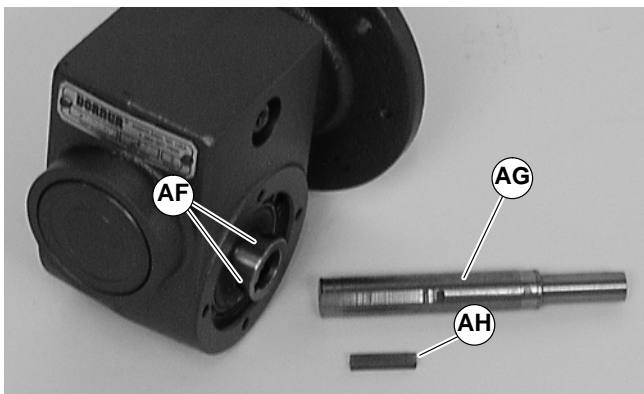

Abbildung 17
6. Zwei (2) Schrauben (AC) entfernen, und Abtriebswellenabdeckung (AD) abnehmen.
7. Sechs (6) Stellschrauben lösen (AF siehe Abbildung 17). Abtriebswelle (AG) und Paßfeder (AH) entfernen.
8. Abtriebswellenpaßfeder des Untersetzungsgetriebes (AE) entfernen.
10. Die Originalwelle (AG siehe Abbildung 17) und Paßfeder (AH) in das neue Untersetzungsgetriebe einbauen. Die Stellschrauben (AF) mit 3 Nm festziehen.